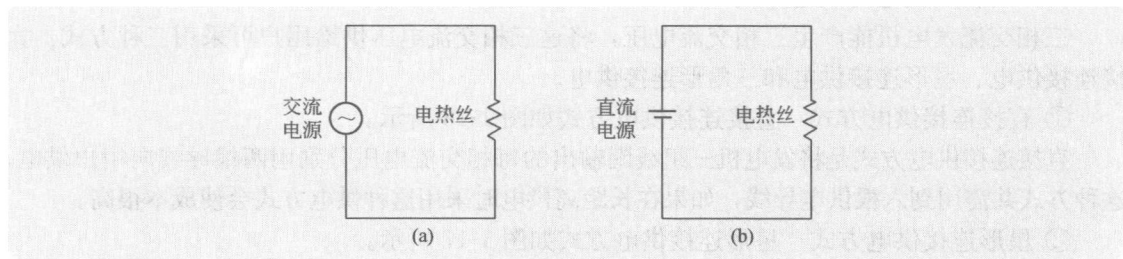

图 1-13 交流电有效值的说明图
② 有效值 交流电的大小和方向是不断变化的,这给电路计算和测量带来不便,为此引入有效值的概念。下面以如图 1-13 所示电路来说明有效值的含义。
如图 1-13 所示两个电路中的电热丝完全一样,现分别给电热丝通交流电和直流电,如果两电路通电时间相同,并且电热丝发出热量也相同,对电热丝来说,这里的交流电和直流
电是等效的,那么就将图 1-13(b) 中直流电的电压值或电流值称为图 1-13(a) 中交流电的有效电压值或有效电流值。